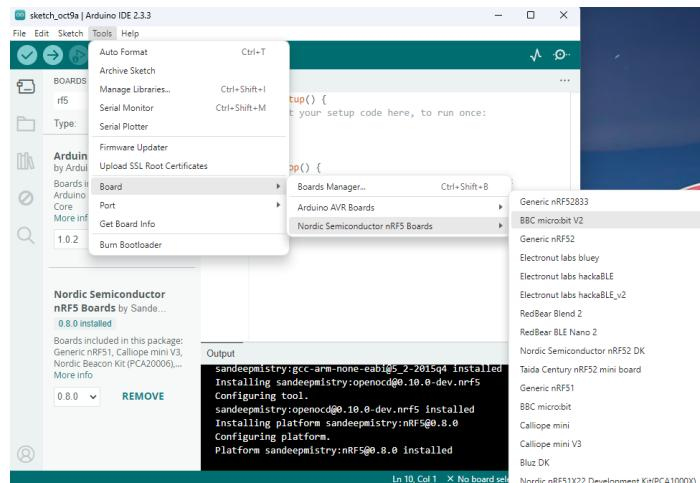

Figure A.7: Selecteren van de micro:bit als bord waarop gewerkt wordt.
3. Het selecteren van de microbit als het bordje waarop geprogrammeerd wordt, wordt als volgt gedaan: Ga naar Tools → Boards → Nordic Semiconductor NRF5 Boards en selecteer BBC micro:bit V2 zoals figuur A.7 wordt weergegeven.